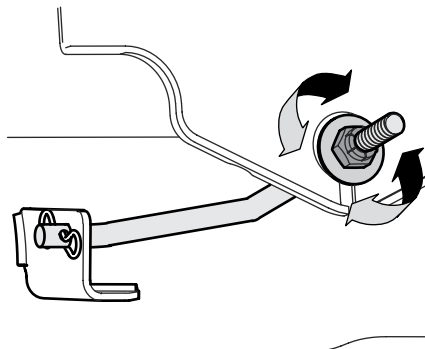

Figura 4-9
3. Localice la contratuerca y la tuerca de seguridad que se encuentran en la parte delantera de la ménsula estabilizadora. Consulte la Figura 4-9.